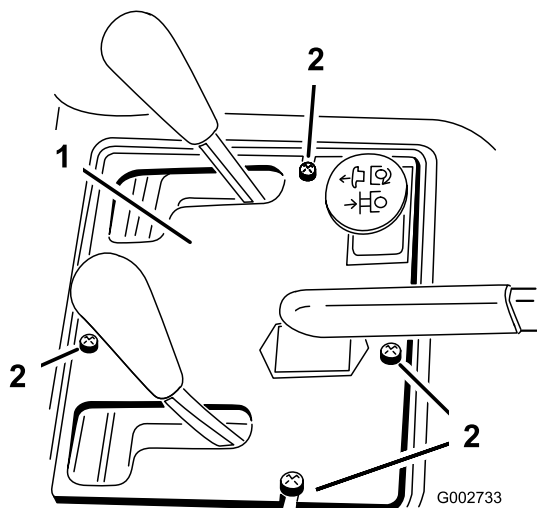

Рисунок 36
2. Снимите 4 винта, которые крепят панель управления к раме (**Рисунок 36**).